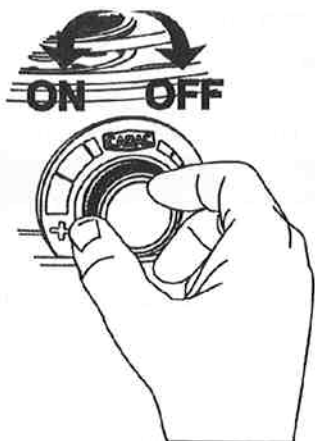

Fig. 2
- Bevor Sie den Gasbehälter anbringen, versichern Sie sich, dass das Geräteventil (O) auf „off“ steht. Drehen Sie den Knopf (J) hierfür im Uhrzeigersinn bis zum Anschlag. (Siehe Abb. 2)
- Achten Sie darauf, dass der Gasbehälter aufrecht steht, während Sie den Behälter mit dem Ventil verbinden (O). Schrauben Sie den Behälter nur mit der Hand im Uhrzeigersinn an das Ventil, bis es eingerastet ist.
- Zum Anzünden des Gerätes zünden Sie ein Streichholz oder einen Grillanzünder, öffnen Sie das Gasventil (O) durch Drehen des Ventilknopfes (J) gegen den Uhrzeigersinn in die geöffnete Stellung und zünden Sie den Brenner (H) des Gerätes.
- Verwenden Sie den Regelknopf, um die Intensität der Flamme in der gewünschten Stärke einzustellen, wobei Sie den Knopf zur Verringerung der Flamme mit dem Uhrzeigersinn und zur Vergrößerung der Flamme gegen den Uhrzeigersinn drehen (siehe Abbildung 2).